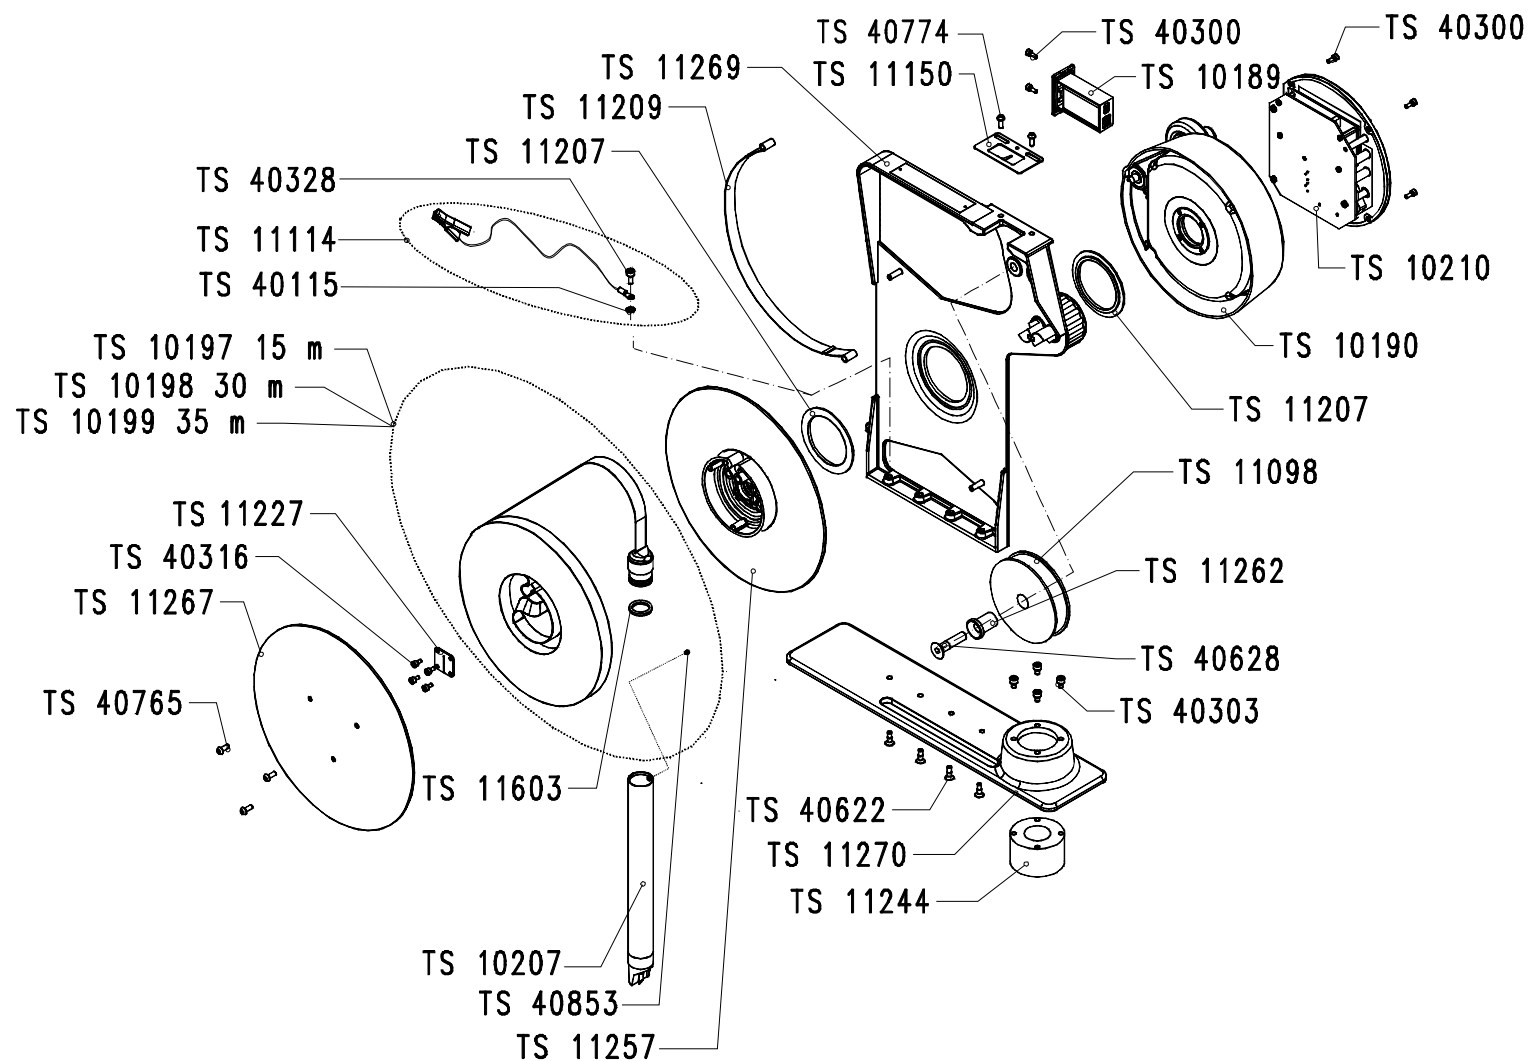

Figure 11-1 : ensemble avec plaque de référence standard, liste des pièces de rechange principales
- Figure 11-1 : ensemble avec plaque de référence standard, liste des pièces de rechange